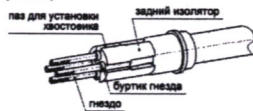

Рисунок 8
3.2 Установить задний изолятор, прижав его торцом к оплетке, при этом разведенные провода с контактами должны попадать в пазы изолятора. Далее уложить обжатые хвостовики контактов с проводами в пазы, при необходимости приложить усилие для установки контактов на место. Буртики контактов должны находиться снаружи изолятора (рисунок 8).